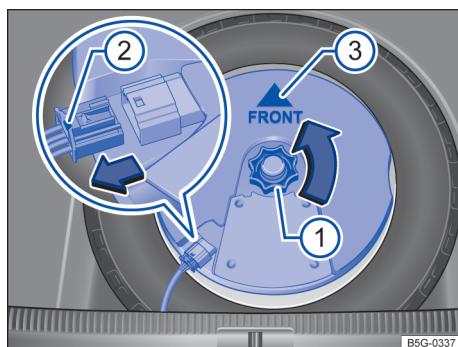

Fig. 132 No compartimento de bagagem: Desinstalar o subwoofer (variante 1).
- Girar e remover o manípulo → Fig. 132 ① no sentido da seta.
- Para destravar o conector ②, pressionar o travamento em cima no conector.
- Puxar o conector ② no sentido da seta e colocar de lado o condutor elétrico removido.
- Colocar o subwoofer cuidadosamente na base do aro. A ponta do símbolo da seta “FRONT” → Fig. 132 ③ no subwoofer deve indicar para frente.
- Inserir o conector ② até que o travamento encaixe de maneira audível.
- Girar o manípulo ① no pino rosqueável no sentido contrário da seta até que o subwoofer esteja fixado com segurança.